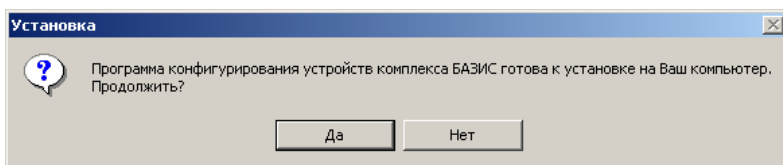

Рис. 10.7. Окно подтверждения начала установки
1. Запустить установочный файл с дискеты или CD-диска. На экране появится окно «Установка», приведенное на рис. 10.7.